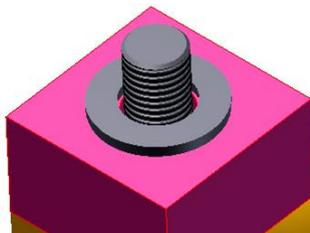

Рис. 4.30. Размещение шайбы
12. В окне «Авторазмещение» нажмите кнопку , а затем клавишу «Esc» для завершения вставки (рис. 4.30).